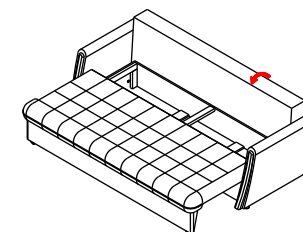

Рис. 5
- ☞ Уложите спинку на коробку повернув ее на 90° (рисунок 5).